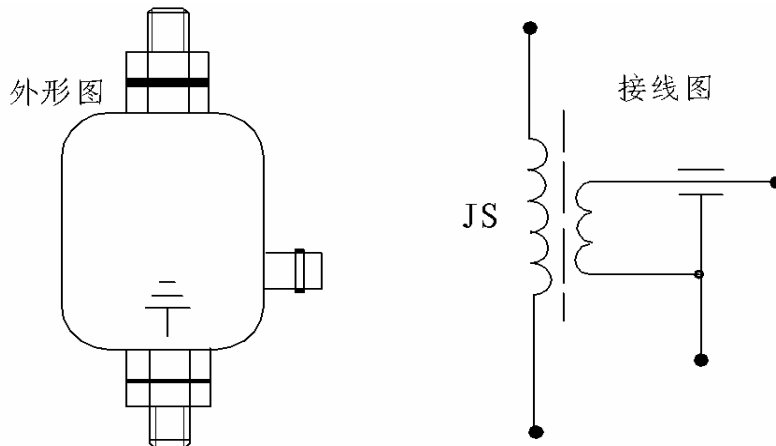

图 2.6 电流取样器
2. 电流取样器：电流取样器是高压测试设备和电缆测试仪连接的主要附件，起着隔离高压测试信号、传输脉冲反射信号桥梁作用，其外形图和接线图如图 2.6 所示：